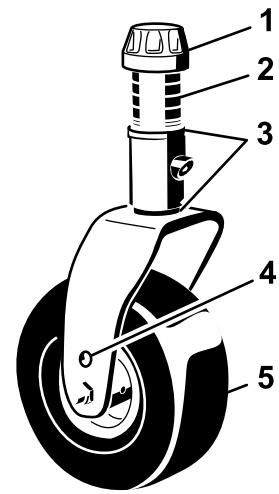
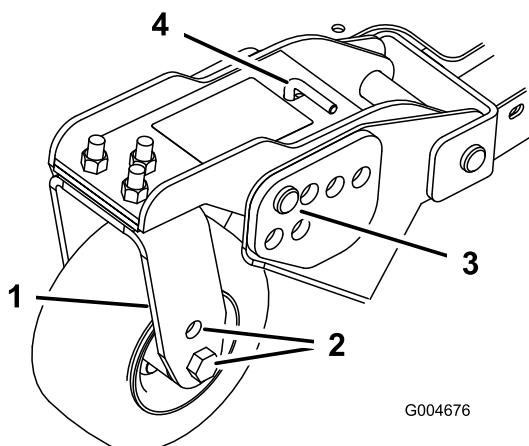

Figure 19
Figure 21
1. Placez les essieux des roues pivotantes dans les mêmes trous sur toutes les fourches (Figure 19 et Figure 21). Pour choisir les trous corrects pour la hauteur de coupe requise, reportez-vous au tableau suivant.
2. Enlevez le chapeau de tension de l'axe de pivot (Figure 19) et sortez l'axe du bras pivotant. Replacez les 2 cales (3 mm) sur l'axe de pivot comme à l'origine. Elles sont requises pour que les plateaux de coupe soient parfaitement de niveau sur toute la largeur. Placez le nombre requis d'entretoises de 13 mm sur l'axe de pivot pour obtenir la hauteur de coupe voulue, puis ajoutez la rondelle.
4. Enlevez la goupille fendue et les axes de chape des bras pivotant (Figure 21).
5. Tournez la tige de tension pour éléver ou abaisser le bras de pivot jusqu'à ce que les trous soient en face de ceux du support de hauteur de coupe sélectionnés dans le bâti du plateau de coupe (Figure 21 et Figure 22).